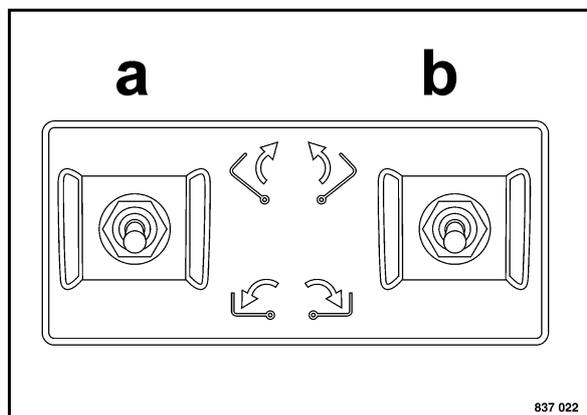

Fig. 96
- Aprire la tramoggia (Fig. 96).